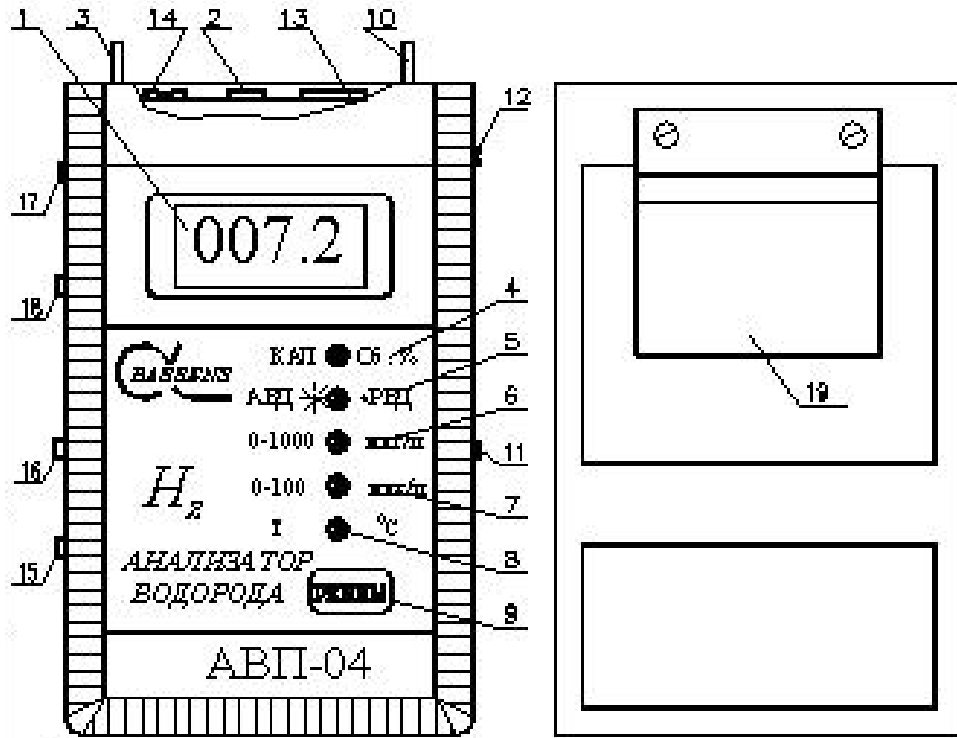

Рис. 2.
1. К розетке 13 (см. рис. 2) подключить имитатор нуля (входит в комплект поставки). Тумблер 10 переключить в режим измерения концентрации водорода в единицах “мкг/л” и с помощью клавиши “Режим” установить режим ручного выбора диапазона (“РВД”) измерения “0-100” (“горит” индикатор 7). Показания анализатора должны быть равны нулю (в противном случае установить их равными нулю с помощью потенциометра 12 (“0”). К розетке 14 токового выхода анализатора (контакты 1 и 4) подключить миллиамперметр. С помощью потенциометра 17 (“0/4 мА”) установить показания миллиамперметра на значение 0.00 – 0.02 мА.
2. К розетке 13 (см. рис. 2) подключить имитатор “20” (входит в комплект поставки). После достижения устойчивых показаний произвести их отсчет и запомнить. Потенциометром 11 “КАЛИБРОВКА” установить показания анализатора на значение 20 ± 0.2 (в диапазоне “РВД”). С помощью потенциометра 18 (“20 мА”) установить показания миллиамперметра на значение 5 мА. Установить потенциометром 11 “Калибровка” показания анализатора на прежнее значение.
2. К розетке 13 (см. рис. 2) подключить имитатор “20” (входит в комплект поставки). После достижения устойчивых показаний произвести их отсчет и запомнить. Потенциометром 11 “КАЛИБРОВКА” установить показания анализатора на значение 20 ± 0.2 (в диапазоне “РВД”). С помощью потенциометра 18 (“20 мА”) установить показания миллиамперметра на значение 20 мА. Установить потенциометром 11 “Калибровка” показания анализатора на прежнее значение.
2. К розетке 13 (см. рис. 2) подключить имитатор “20” (входит в комплект поставки). После достижения устойчивых показаний произвести их отсчет и запомнить. Потенциометром 11 “КАЛИБРОВКА” установить показания анализатора на значение 20 ± 0.2 (в диапазоне “РВД”). С помощью потенциометра 18 (“20 мА”) установить показания миллиамперметра на значение 16 мА.